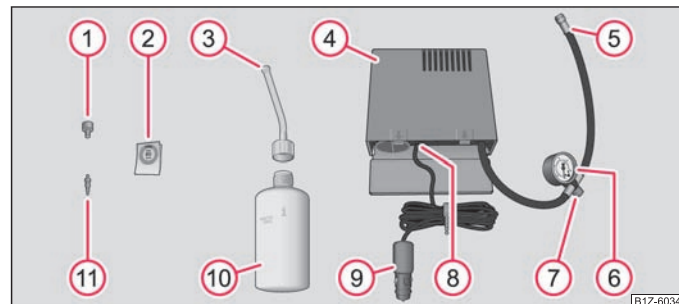

Abb. 182 Bestandteile des Reifenreparatursetes
- Den Aufkleber **②** → Seite 217, Abb. 182 kleben Sie auf die Schalttafel im Sichtfeld des Fahrers.
- Schrauben Sie mit Hilfe des Ventileinsatzdrehers **①** den Ventileinsatz heraus und legen ihn auf einen sauberen Untergrund. ■
- Reifenfüllflasche **⑩** → Seite 217, Abb. 182 einige Male kräftig schütteln.
- Einfüllschlauch **③** fest im Uhrzeigersinn auf die Reifenfüllflasche schrauben **⑩**. Die Folie am Verschluss wird automatisch durchstoßen.
- Verschlussstopfen vom Einfüllschlauch **③** entfernen und das offene Ende ganz auf das Reifenventil stecken.
- Flasche **⑩** mit dem Boden nach oben halten und das gesamte Dichtungsmittel der Reifenfüllflasche in den Reifen füllen.
- Ventileinsatz mit dem Ventileinsatzdrehers **①** wieder in das Reifenventil schrauben.
- Reifenfüllschlauch **⑤** → Seite 217, Abb. 182 des Luftkompressors fest auf das Reifenventil schrauben.
- Prüfen, ob die Luftablassschraube **⑦** zuge dreht ist.
- Stecken Sie den Stecker **⑨** in die 12-Volt-Steckdose → Seite 83.
- Luftkompressor mit dem EIN- und AUS-Schalter **⑧** einschalten.
- Wenn der Luftdruck von 2,0 – 2,5 bar nicht erreicht werden kann, den Reifenfüllschlauch **⑤** vom Reifenventil abschrauben.
- Reifenfüllschlauch des Luftkompressors **⑤** erneut fest auf das Reifenventil schrauben und den Aufpumpvorgang wiederholen.